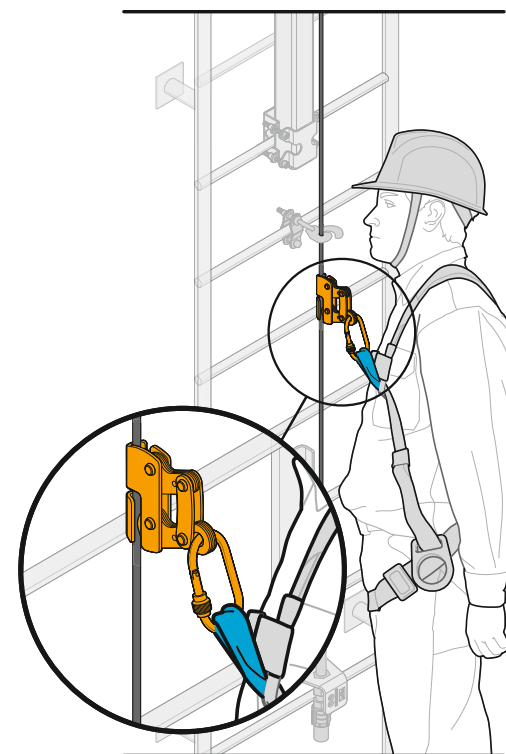

Рис. 6 Крепление соединительной подсистемы к анкерным точкам на привязи.
4. Соединить карабин соединительной подсистемы с точкой крепления привязи с маркировкой «А» (буква «А» должна быть полностью окрашена) (**рис. 6**).